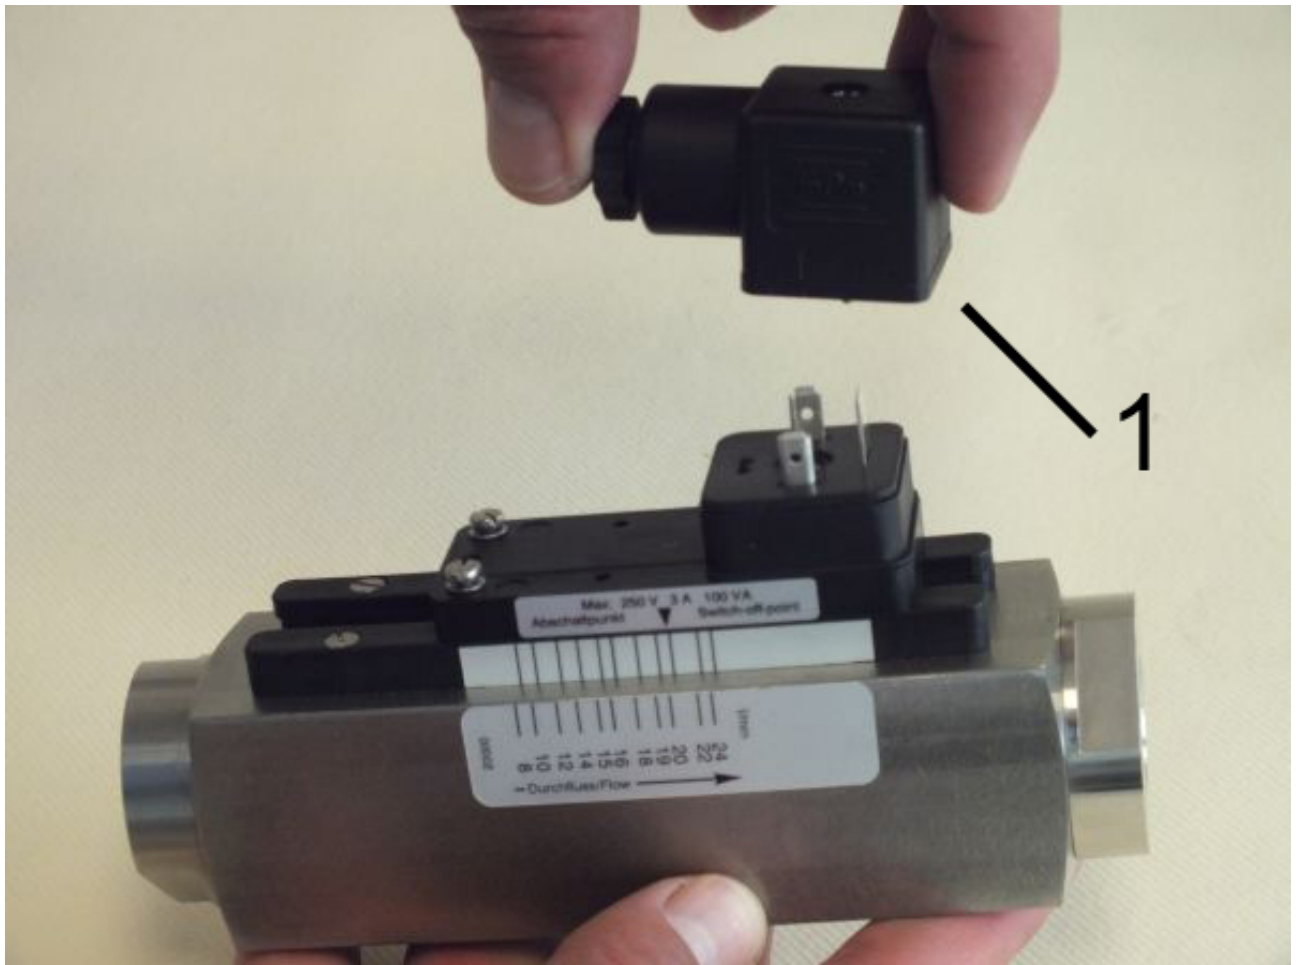

Abb. 59: Steckerdose abziehen
2. ➤ Steckerdose mit dazugehöriger Dichtung (Abb. 59/01) nach oben abziehen